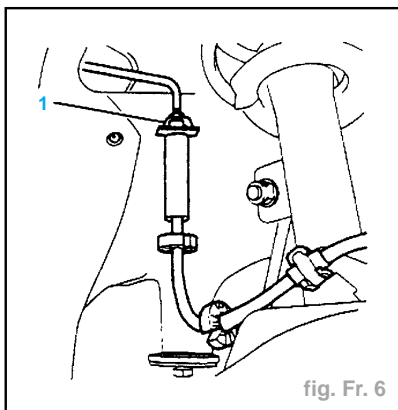
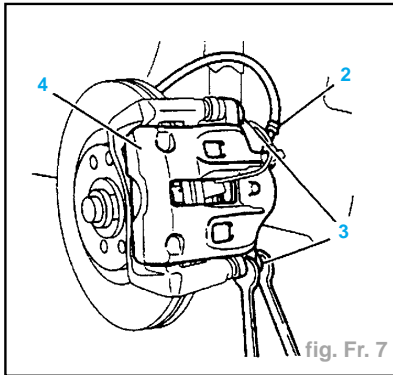
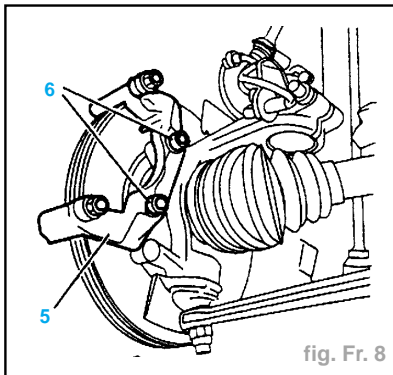

fig. Fr. 6
fig. Fr. 7
fig. Fr. 8
- Débrancher le flexible de frein (fig. Fr. 6).
- Récupérer le cavalier (1).
- Déposer (fig. Fr. 7) :
- le raccord flexible (2),
- les vis de fixation (3), en maintenant le guide,
- Déposer (fig. Fr. 8) :
- les vis (6) du support d'étrier (5),
- le support d'étrier (5).
- Enduire les vis (6) de Loctite Frenetanch (fig. Fr. 8).
- Serrer les vis (6) du support d'étrier à **12 daN.m.**
- Reposer les deux vis neuves (3) (pré-enduites de frein filet) (fig. Fr. 7).
- Serrer les vis (3) à **3 daN.m** en maintenant le guide.
- Reposer le raccord flexible (2) (fig. Fr. 7).
- Serrer le raccord (2) à **1,5 daN.m.**
- Rebrancher le flexible de frein sans oublier le cavalier (1) (fig. Fr. 6).